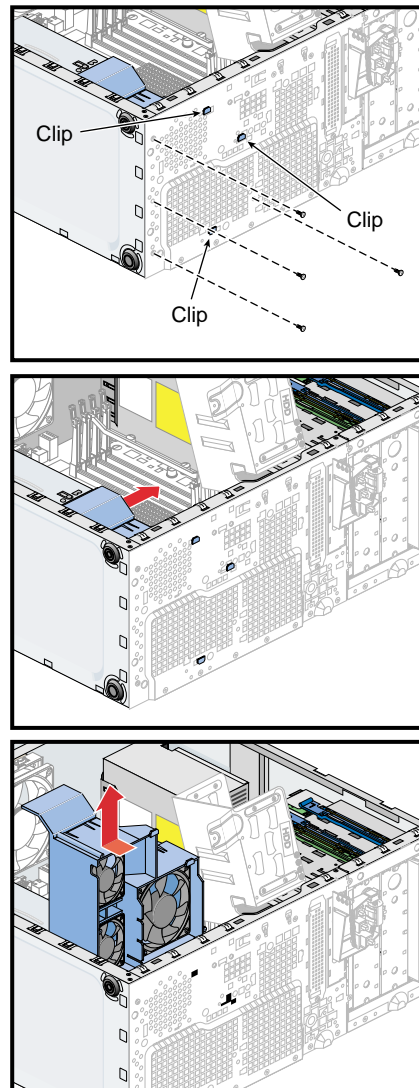

Abbildung 4-44 Austauschen des PCI- und Grafiklüftergehäuses
6. Trennen Sie den Steckverbinder des PCI- und Grafiklüfters von der Hauptplatine. Siehe Abbildung 4-44.
7. Entfernen Sie die drei Schrauben, mit denen das Lüftergehäuse an der Vorderseite des Systemgehäuses befestigt ist. Schieben Sie anschließend das Lüftergehäuse in Richtung der Oberseite des Systemgehäuses, bis die Halteclips mit den Aussparungen im Gehäuse ausgerichtet sind. Siehe Abbildung 4-44.